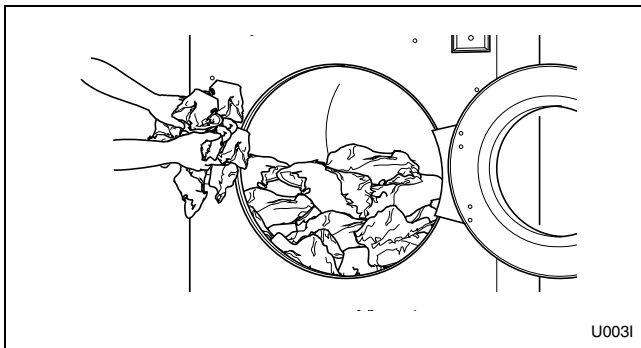

Figura 5
4. Cargue según la capacidad siempre que sea posible. **NO LA SOBRECARGUE.** Consulte la *Figura 5*.